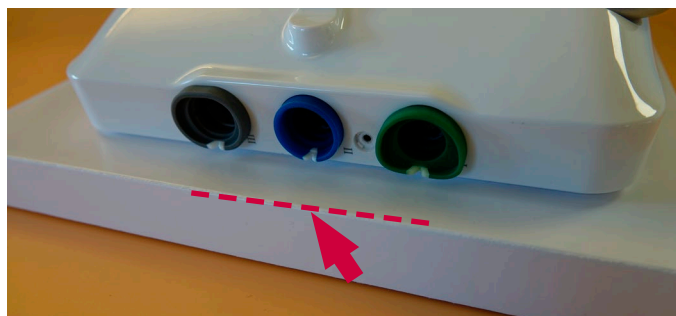

Figura 35 Colocar a caixa traseira, começando pelo lado com os anéis coloridos
c) Coloque a caixa traseira na unidade de visualização, começando pelo lado onde estão colocados os anéis coloridos (Figura 35)